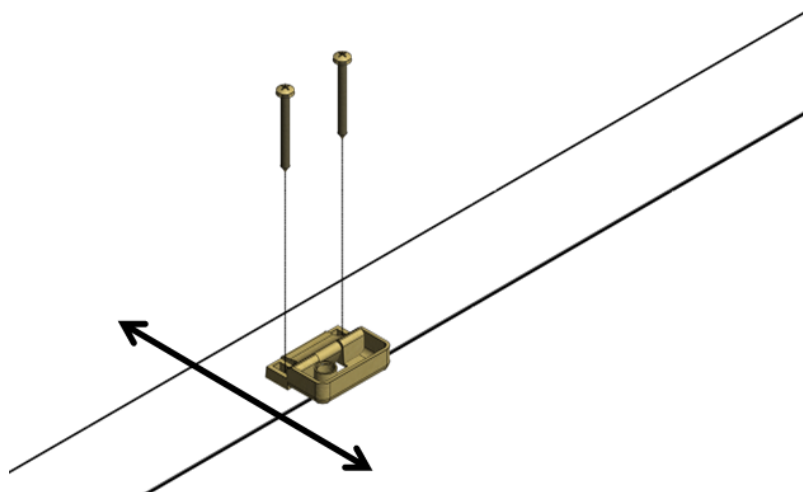

Figura 5-1
2. Allentare le viti dei riscontri e regolare la loro posizione lungo la direzione mostrata in Figura 5-1 fino a che la porta chiuda senza giochi meccanici. Compiere questa operazione per tutti i riscontri presenti sul pannello.